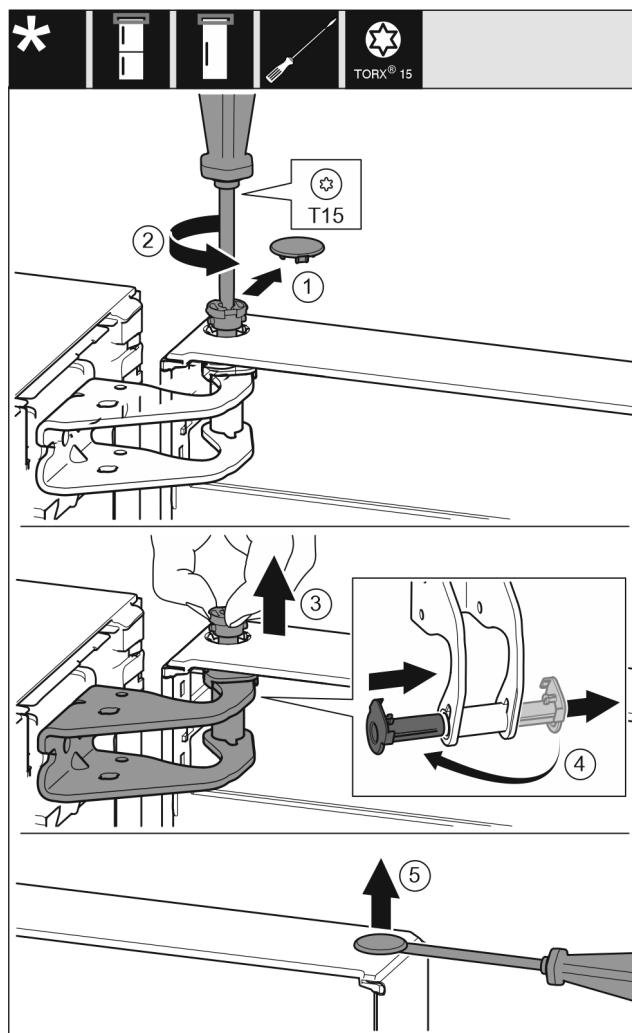

Fig. 9
- ▶ Óvatosan húzza le a biztonsági fedelet. Fig. 9 (1)
- ▶ Tekerje ki a csapot egy kissé a T15 csavarhúzóval. Fig. 9 (2)
- ▶ Tartsa meg az ajtót, és húzza ki a csapszeget az ujjával. Fig. 9 (3)
- ▶ Húzza ki a csapágyperselyt a vezetősinéből. Helyezze be a másik oldalról, és pattintsa a helyére. Fig. 9 (4)
- ▶ Óvatosan emelje ki a dugaszt az ajtó csapágyperselyéből lapos csavarhúzóval, és húzza ki. Fig. 9 (5)